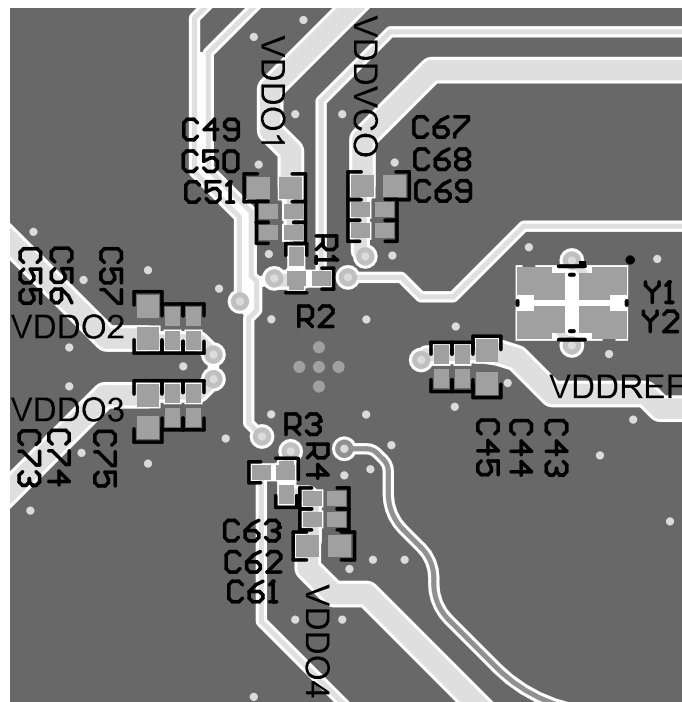

图 11-6. 布局示例，底层
- 隔离晶体区域，连接晶体封装的 GND 焊盘并淹没相邻区域。图 11-6 展示了支持多种晶体尺寸的封装。
- 将具有小电容值的去耦电容器放置在非常靠近电源引脚的位置。尝试将这些电容器非常靠近地放置在同一层上或直接放置在背面层上。值越大，可以放置得越远。图 11-6 展示了靠近器件的三个去耦电容器。建议使用铁氧体磁珠来隔离不同的频域和 VDD_VCO 域。